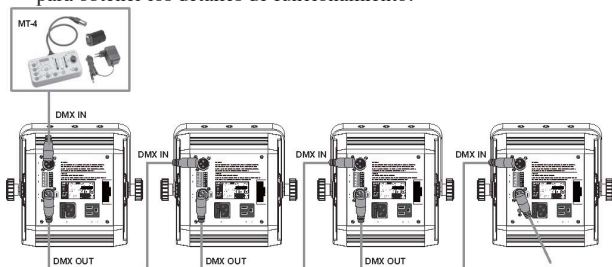

Figura 1: Gráfico LEXTER
3. Por favor, refiérase a la “Figura 1 – Canal de DMX” para configurar el canal de DMX.
3. Configurar la unidad de Esclavo: Configure los Interruptores Dip DMX 1-9 (Figura 1-F) de todas las unidades esclavo a "1";
Por ejemplo, las direcciones DMX estándar para cuatro SF-L150FD, cada una de ellas dispone de dos canales (véase la Figura 1), a continuación: